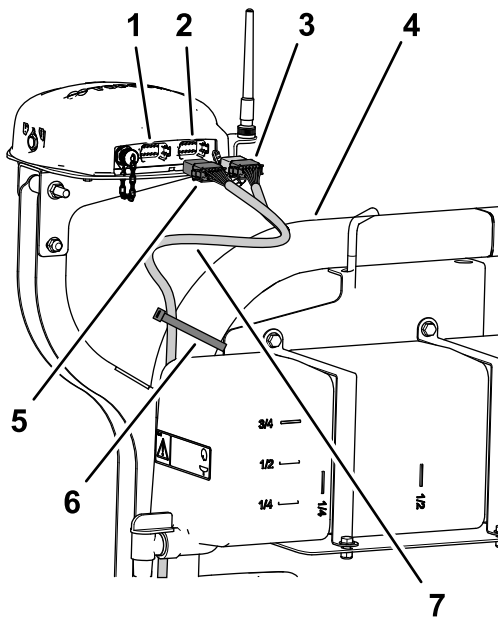

Bild 197
2. Verlegen Sie den 390-cm-Zweig des Datenkabelbaums entlang des rechten Überrollschutzhrohrs mit dem 12-Buchsen-Stecker (grau) und dem 12-Buchsen-Stecker ((schwarz nach oben zum Navigationsempfänger (Bild 197).
7. Befestigen Sie den 390-cm-Zweig des Datenkabelbaums mit zwei Kabelbinden am rechten Überrollschutzrohr, wie in Bild 197 abgebildet.